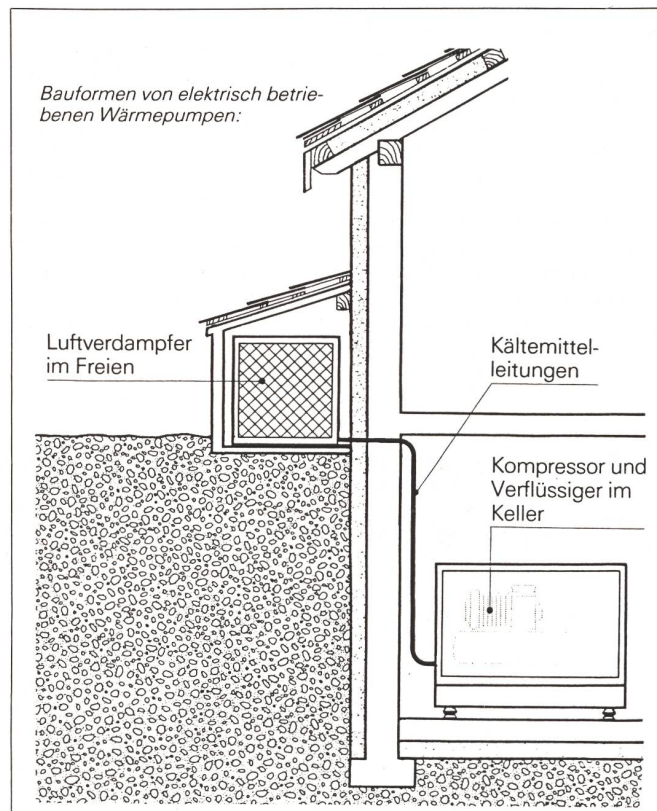

Abb. 1. Split-Ausführung (z. B. von Luftwärmepumpen).
Die *Wasser/Wasser-Wärmepumpe* ist eine kompakte, in ein Gehäuse eingebaute Maschine. Durch Wasserleitungen wird die Umweltenergie zu- und die Heizwärme abgeführt. Diese Bauform wird üblicherweise bei der Nutzung von Wärmequellen wie Grundwasser, Oberflächengewässer, Erdkollektoren, Energiedach eingesetzt (Abb. 1).
Wärmepumpenboiler sind kompakte Warmwasserboiler, die anstelle der herkömmlichen Elektroheizschlange mit einer kleinen Wärmepumpe ausgerüstet sind. Sie benötigen zum Aufheizen der gleichen Wassermenge etwa 30–70% weniger elektrische Energie als ein entsprechender Elektroboiler. Die restliche Wärme wird der Raumluft entzogen; dabei ist es wichtig, dass der Wärmepumpenboiler in einem genügend grossen und unbeheizten Kellerraum aufgestellt wird. Damit vermeidet man, dass der Boiler die Wärme irgendwo «stiehlt» (Abb. 1).
- Die *Split-Ausführung* gestattet es, den Verdampfer vom übrigen Aggregat getrennt – zum Beispiel im Estrich oder im Garten – aufzustellen. Die beiden Teile sind dann durch Kältemittelleitungen miteinander verbunden. Diese Bauform bietet Gewähr für eine optimale Platzierung des Verdampferteils (Abb. 1).